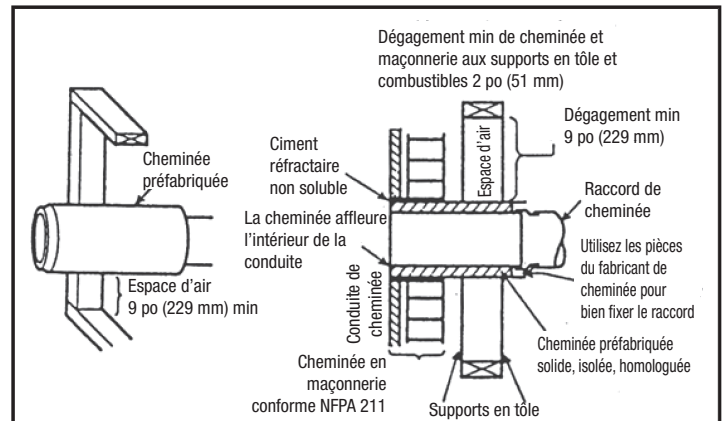

Figure 11
- Un raccord de cheminée vers une cheminée en maçonnerie, sauf pour la figure 11 ci-dessus avec 2 po, doit s'étendre au travers du système de mur passe-plat vers la face intérieure du conduit de cheminée, mais pas au-delà. Il n'a pas besoin d'être fixé en place pour autant qu'il ne puisse pas être retiré accidentellement de la cheminée ou poussé dans le conduit de cheminée. Si des fixations sont utilisées pour fixer le raccord de cheminée sur une cheminée en maçonnerie, les fixations ne doivent pas pénétrer le revêtement de conduit de cheminée.